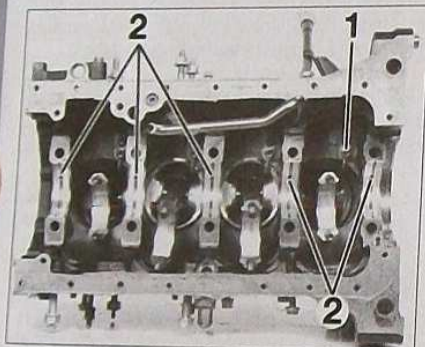

FIG. 53
- Reposer les gicleurs de fond de pistons (1) (Fig.53).
- Monter dans le bloc-cylindres les coussinets (2) rainurés, huilés, suivant la classe déterminée pour chaque tourillon.